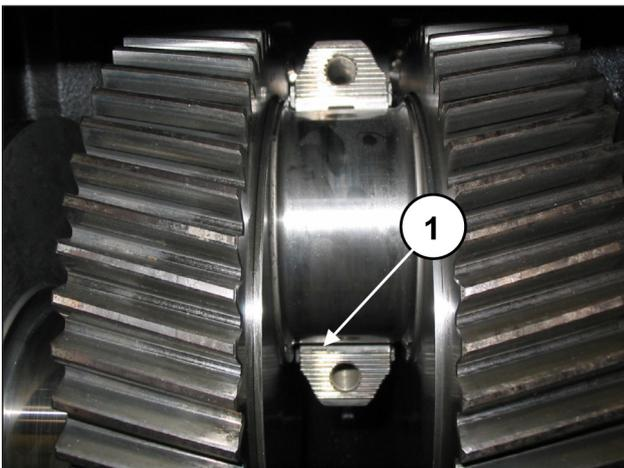

Fig. 81
**Pour monter correctement les demi-coussinets, s'assurer que la languette de repère des demi-coussinets se trouve dans son logement sur la demi-bielle (rep. ①, Fig. 81).**